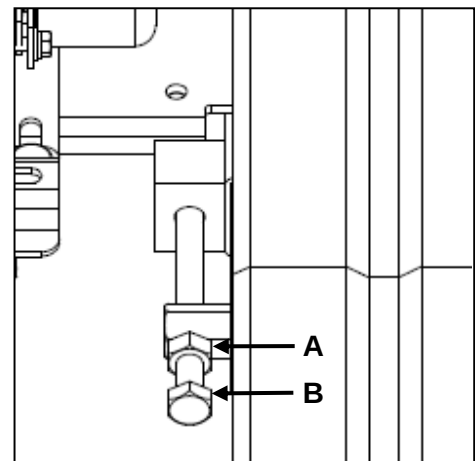

Figura 27
2. Allentare il controdadolo (A, Figura 27) situato nella parte posteriore della macchina.
3. Ruotare il bullone di tensione (B, Figura 27) in senso orario per aumentare la tensione del cingolo e in senso antiorario per diminuirla.